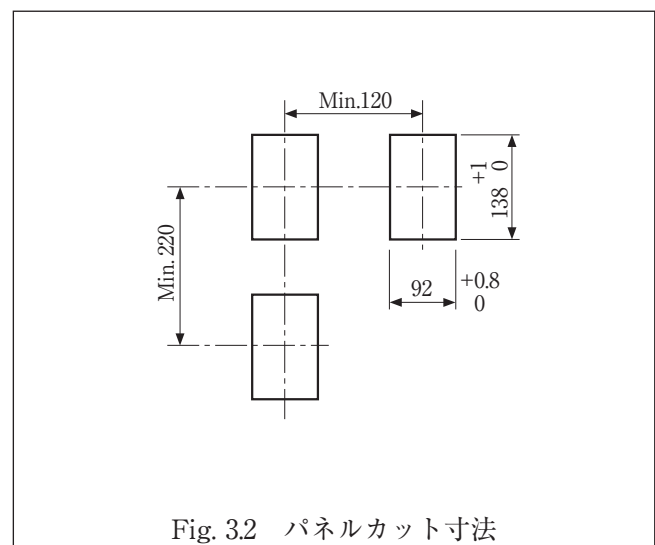

Fig. 3.2 パネルカット寸法
- (1) パネル材は丈夫な銅板で1.6mm以上、標準は3.2mmです。
- (2) 本器を2台以上取付ける場合はFig.3.2のパネルカット寸法をおすすめします。